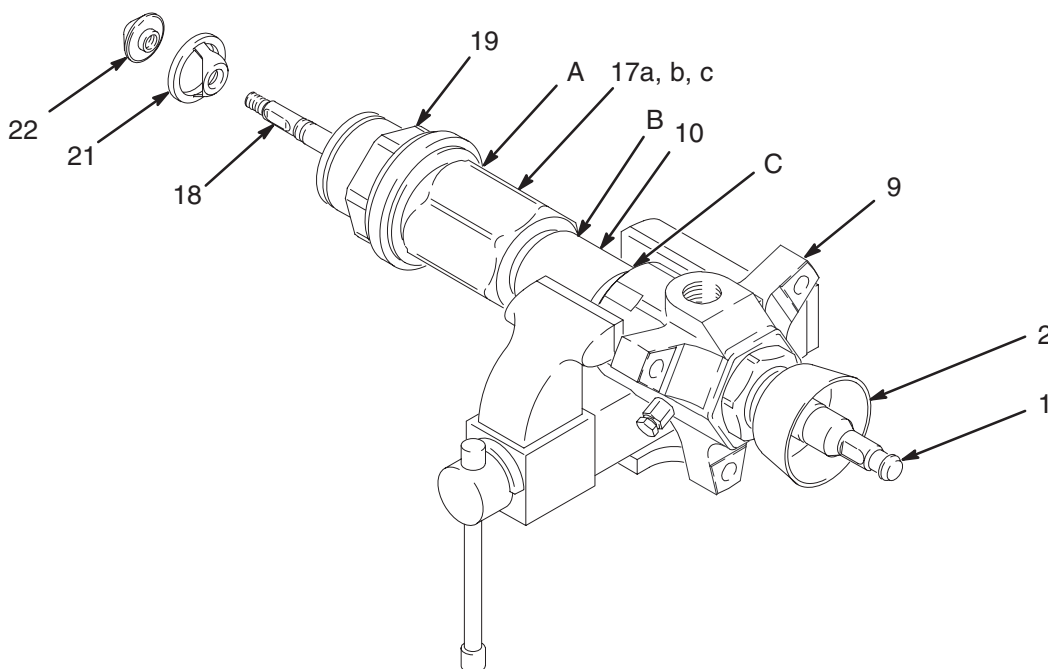

Fig. 8
1. Desmonte la base de bomba del motor neumático, tal como se indica en la página 17. Coloque la bomba sobre un torno de banco, con el alojamiento de salida (9) colocado tal como se indica en la Fig. 8.
2. Utilice una llave inglesa para sujetar las partes planas del vástago del pistón de cebado (18), y utilice una segunda llave para desenroscar el asiento del pistón de cebado (22) del vástago. Deslice el pistón de cebado (21) fuera del vástago. Inspeccione las superficies interna y externa del pistón (21) en busca de muescas, desgastes u otros daños.
3. Afloje la tuerca prensaestopas (2) utilizando la llave (109) suministrada.
4. Utilizando una llave de tubo en la parte hexagonal del cilindro de admisión (19), desenrosque éste del alojamiento de la válvula de admisión (17). La bomba puede separarse por las uniones A, B, o C. Vea la Fig. 8.